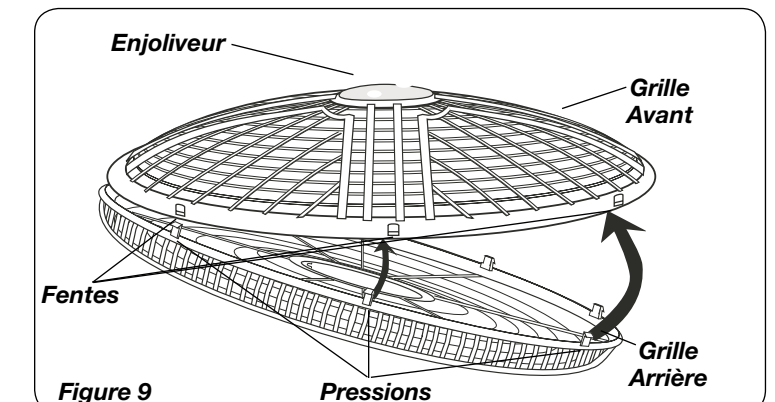

Figure 9
5. La tête du ventilateur étant à la verticale, aligner l'**Enjoliveur** de la **Grille Avant** pour qu'il soit horizontal et à l'endroit. Insérer les **Pressions** de la **Grille Arrière** dans les **Fentes** de la **Grille Avant**, en commençant par le haut et en descendant. (*Figure 9*)